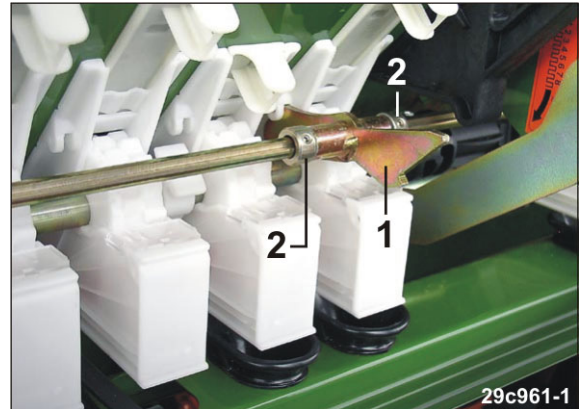

Рис. 221
- При этом вставьте кронштейн (Рис. 221/1), удерживающий промежуточный вал в осевом направлении, в паз высевной коробки.
5. Зафиксируйте кронштейн от осевых перемещений двумя установочными кольцами (Рис. 221/2).